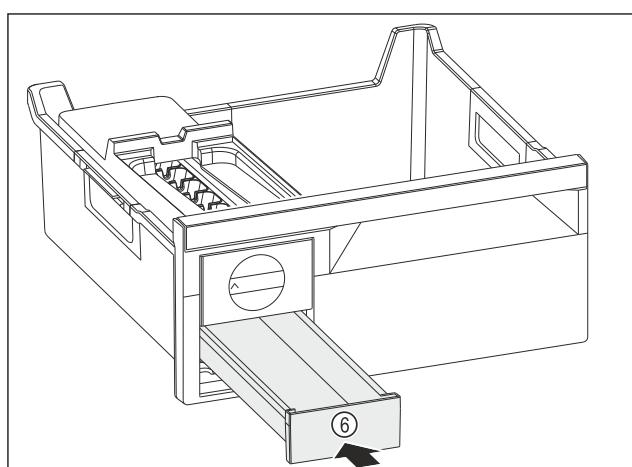

Fig. 96
- Umetnite Fig. 96 (6) pretinac za kockice leda.